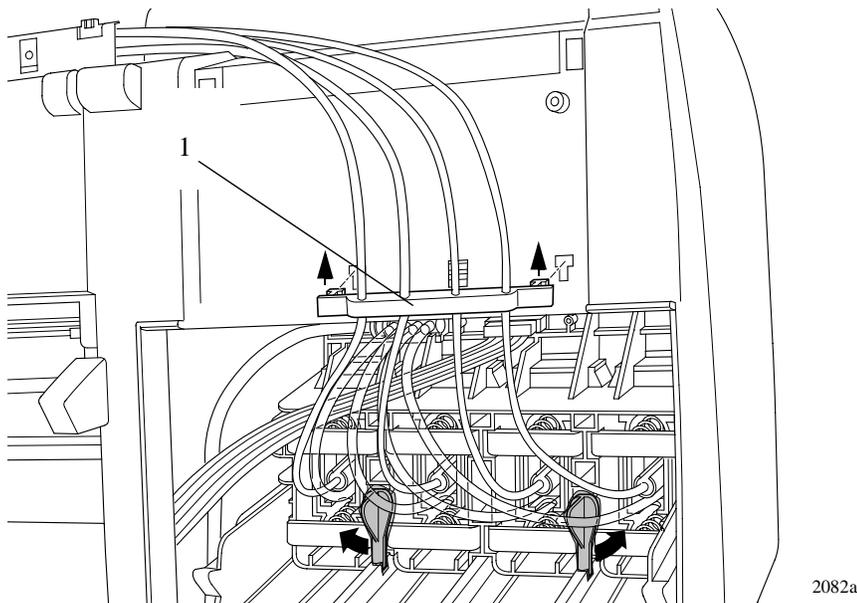

Figura 57: Rear Tube Grip"
8. Libere el "tube holder" (item 1) de la parte posterior del lado izquierdo, empujándolo hacia arriba y para fuera (consulte la Figura 57).